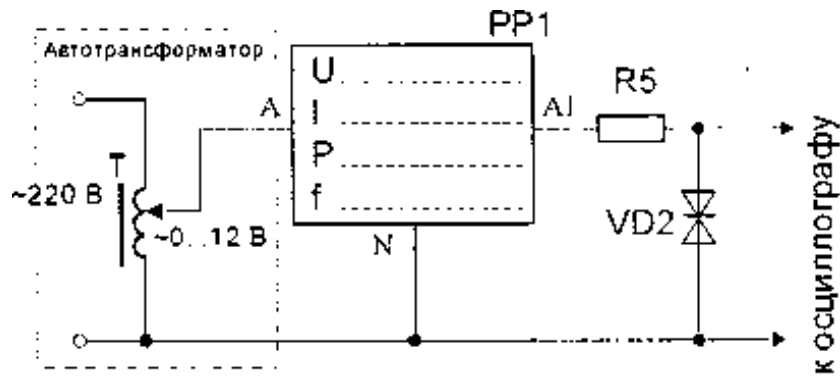

Рис. 3
3.9. Ознакомиться с работой ограничителя уровня напряжения. Для этого собрать схему по рис. 3. Подключить осциллограф параллельно двуханодному стабилитрону VD3.